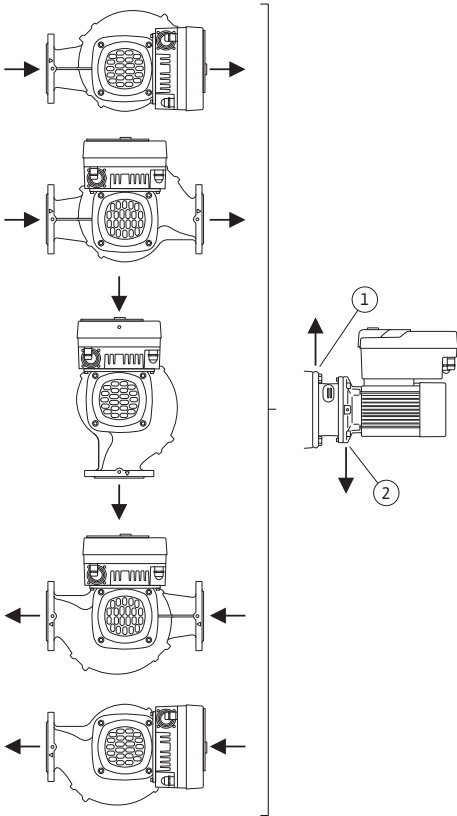

Fig. 17: 轴水平时允许的安装位置
- 在电机轴水平时冷凝水排出孔必须朝下（Fig. 17，位置2）。必要时需转动电机。